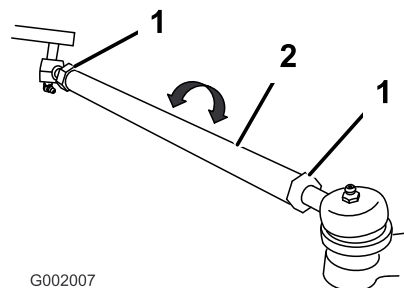

Figure 52
- Si les mesures obtenues sont hors spécifications, desserrez les écrous de blocage aux deux extrémités des biellettes (Figure 52).